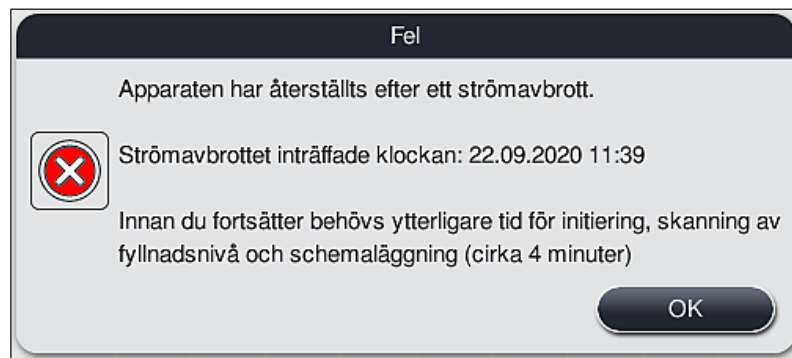

Bild 106
- ① Det första informationsmeddelandet efter det att enheten har startats om informerar operatören om tidpunkten för strömbrottet (→ "Bild 106"). Bekräfta informationsmeddelandet genom att trycka på **OK** för att få instruktioner för att fortsätta infärgningen.